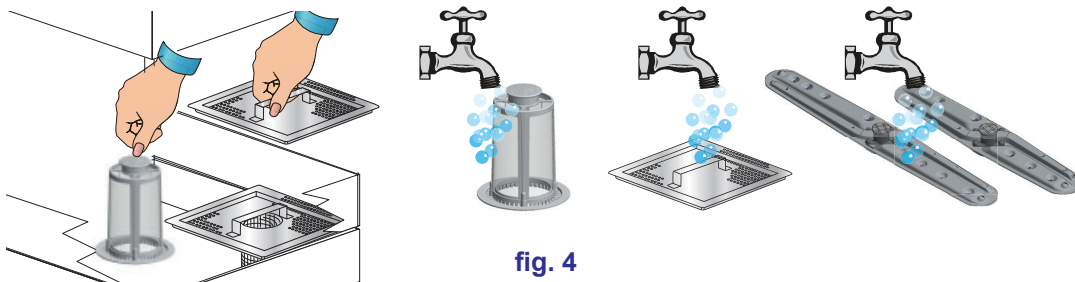

fig. 4
- Estrarre il filtro pompa e pulirlo con una spazzola sotto l'acqua corrente (vedi fig. 4).
- Estrarre le giranti agendo sulle viti di fissaggio e pulire accuratamente le asole di lavaggio e risciacquo sotto acqua corrente (vedi fig. 4).